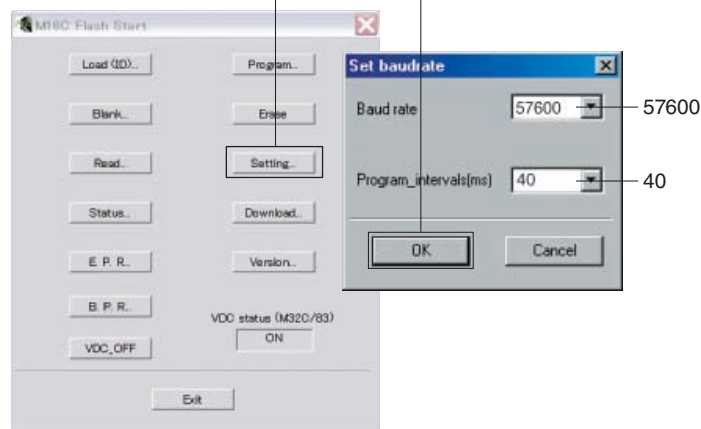

Fig. 5
7. Click [Setting], and set the baud rate. (Fig. 5)
7. [Setting] をクリックし、通信速度の設定を行います。(Fig. 5)
Click [OK]. (Fig. 5)
[OK] をクリックします。(Fig. 5)